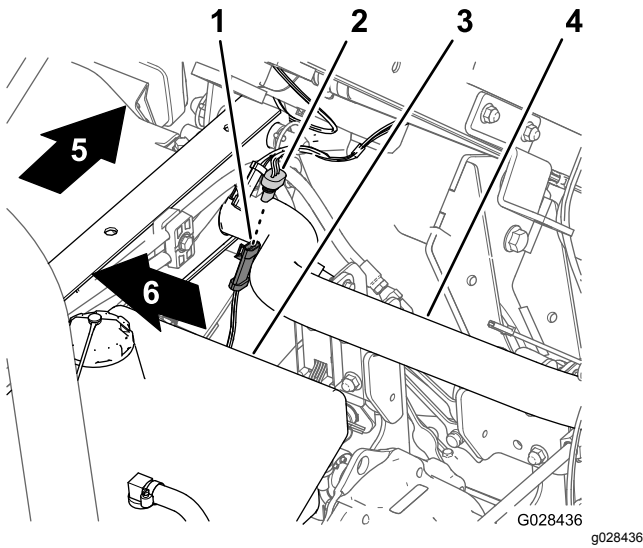

Figura 17
1. En el arnés de cables del fumigador, localice el conector hembra de 3 vías del circuito del sensor de velocidad (Figura 17).
- Conecte el conector de 3 pines del sensor de velocidad del arnés de cables de la máquina al conector hembra de 3 vías del sensor de velocidad del arnés del fumigador (Figura 17).